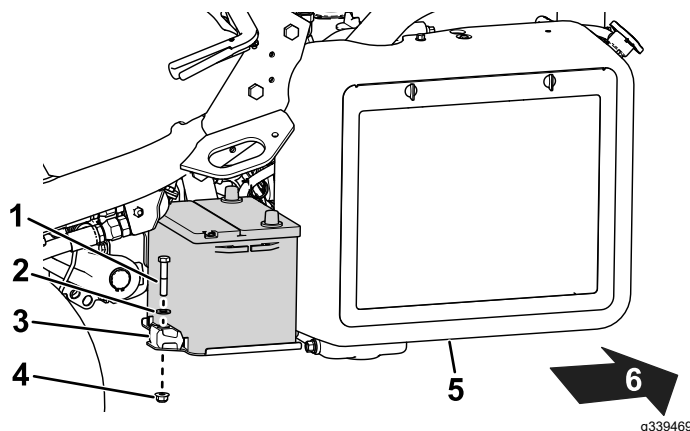

Bild 36
2. Entfernen Sie die Befestigungselemente, mit denen der Akku am Akkuträger befestigt ist (Bild 36), und heben Sie den Akku heraus.
5. Setzen Sie den Akku auf den Akkuträger und befestigen Sie diese mit den zuvor entfernten Befestigungselementen (Bild 36).